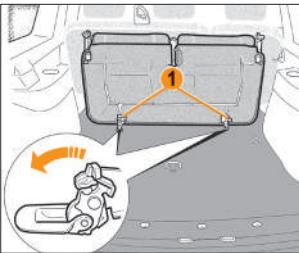

Рис. 2.3.5. Защелки крепления сиденья третьего ряда
- разблокируйте защелки 1 (рис. 2.3.5);